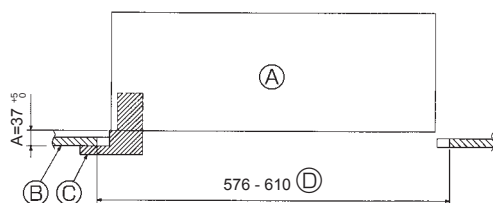

Fig. 10-2
10.2. Подготовка к присоединению решетки (Fig. 10-2)